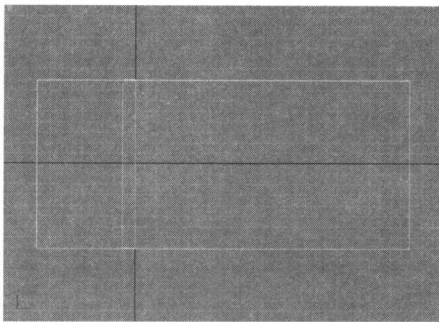

图 1-2 创建第二个长方体作为左墙壁
Step 3 激活前视图,单击【创建】面板中的  按钮,选择 **长方体** 工具,在前视图中创建一个长方体,在【参数】卷展栏中设置其长度为 160、宽度为 350、高度为 12,如图 1-2 所示。